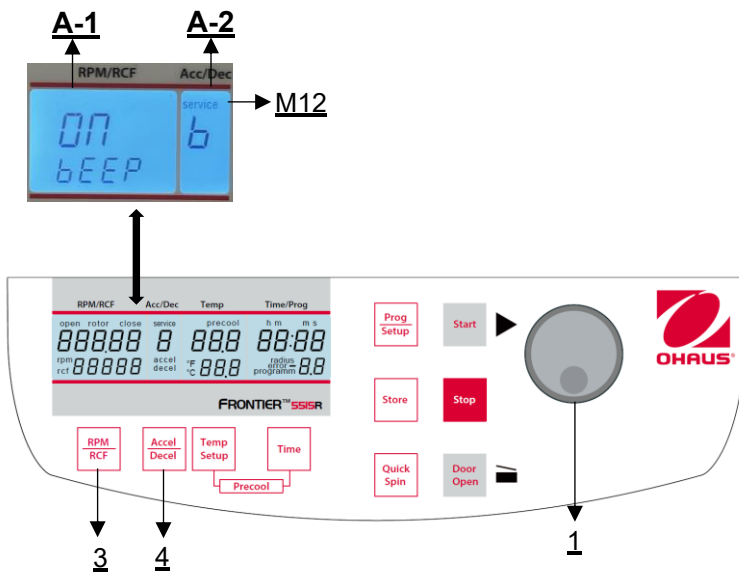

Abbildung 34
Gehen Sie wie unter Punkt 4.1.1 beschrieben vor, um in diesen Programmmodus zu gelangen und drücken Sie dann die Taste **"Accel/Decel"** (4). In der Anzeige **"Acc/Dec"** (A-2) blinkt das Wort **"Service"** (M12). Wählen Sie nun mit dem Drehknopf (1) den Buchstaben **"b"** aus. Daraufhin erscheint in der Anzeige **"RPM | RCF"** (A-1) das Wort **"ON/BEEP"**. Nach Drücken der Taste **"RPM | RCF"** (3) können Sie mit dem Drehknopf (1) den Tastenton (On) oder (Off) ein- bzw. ausschalten (siehe **Abbildung 34**).